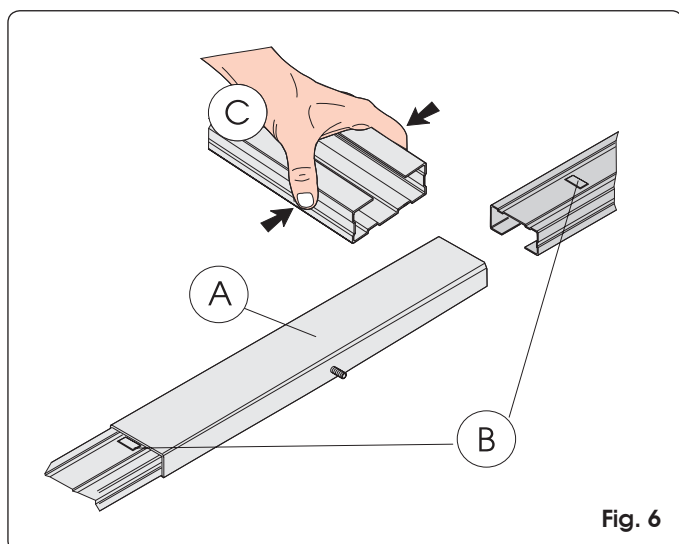

Fig. 6
- 1) Assembleer de twee delen van de geleiderail door ze in het centrale verbindingsstuk te zetten (Fig 6 ref. A) tot aan de metalen profielen (Fig. 6 ref. B). Om de rail er makkelijker in te krijgen wordt aangeraden hem in het centrale verbindingsstuk te steken terwijl u hem in elkaar drukt, zoals aangegeven in Fig. 6 ref. C. Gebruik geen gereedschappen die de rail of het verbindingsstuk kunnen vervormen.